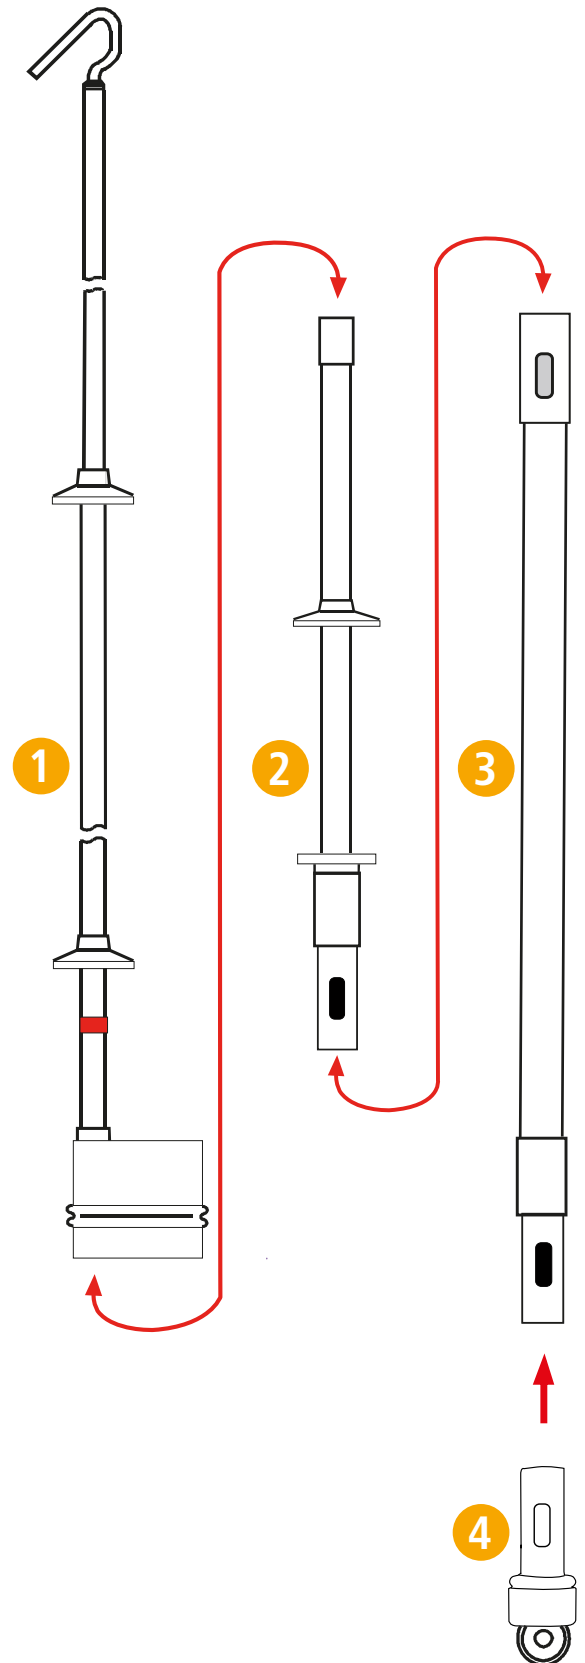

Bild 1.1.1
- **4 Abschlussteil Ringöse**, AR STK Art.-Nr. 766 889 siehe Bild 1.1.1
Vor dem Einsatz muß der Spannungsprüfer **PHE** entsprechend seiner Beschilderung zusammengebaut werden (siehe Bild 1.1.1). Dabei ist besonders auf den ordnungsgemäßen Zusammenbau des **Prüfkopfes** (Anzeigegerät, Prüfspitze) **1** mit der **Isolierstange** (Handhabe) **2** zu achten.
Beim Zusammenbau wird die **Isolierstange** **2** am unteren Ende des **Prüfkopfes** (am Anzeigegerät, M12 Gewinde) **1** handfest eingeschraubt (siehe Bild 1.1.1 und 1.1.2).